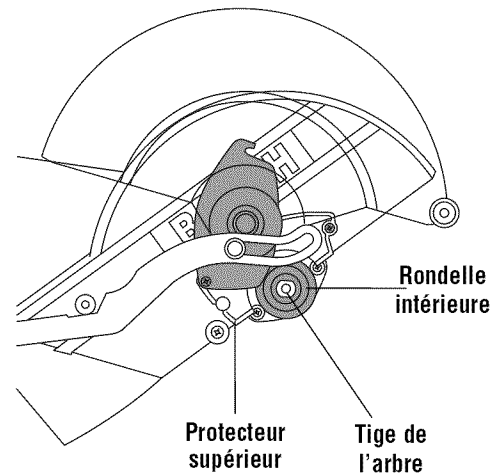

Figure 3. Pose de lame
6. Pour installer une lame de 12 po, positionnez celle-ci entre les déflecteurs à copeaux et placez-la sur la tige de l'arbre puis sur l'épaule de 1 po dont est dotée la rondelle intérieure (Figure 3). REMARQUE : Assurez-vous que la flèche de rotation de la lame correspond à la flèche de rotation en sens horaire sur le protecteur inférieur.